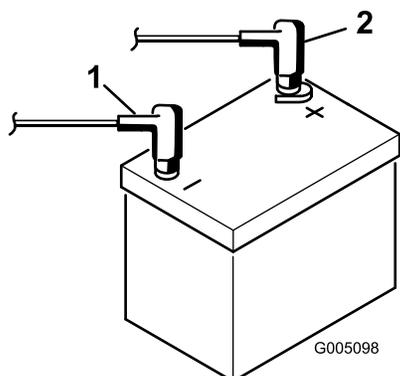

Рисунок 8
8. Установите положительный кабель (красный) на положительную клемму (+), а отрицательный кабель (черный) на отрицательную (-) клемму аккумуляторной батареи и закрепите их болтами и гайками (Рисунок 8). Наденьте на плюсовую клемму резиновый чехол для предотвращения возможного замыкания на массу.